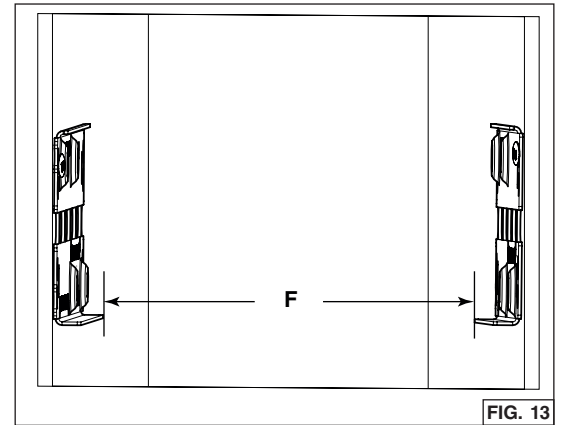

FIG. 13
7. Medir la distancia entre ambos bordes inferiores de los soportes (F) (FIG. 13). La tabla siguiente indica la distancia adecuada.